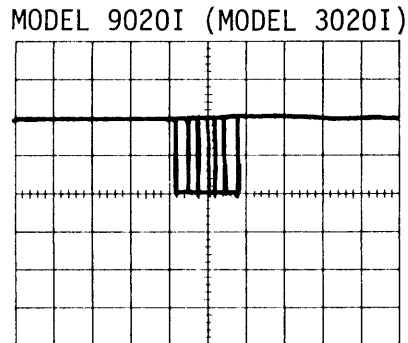

Figure A3-8. Capstan Motor Speed Variation
**A3.6.2 Capstan Motor Speed Variation (Figure A3-8)**